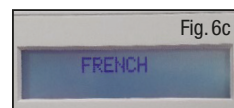

Fig. 6c
- Premere e tenere premuto il pulsante DATI per scorrere l'elenco delle lingue disponibili. Rilasciare il pulsante DATI quando appare la lingua desiderata. L'unità sarà ora nella lingua selezionata (Fig. 6c). Spegnere l'unità di alimentazione per uscire dal menù test. All'accensione successiva l'unità di alimentazione visualizzerà la lingua selezionata.